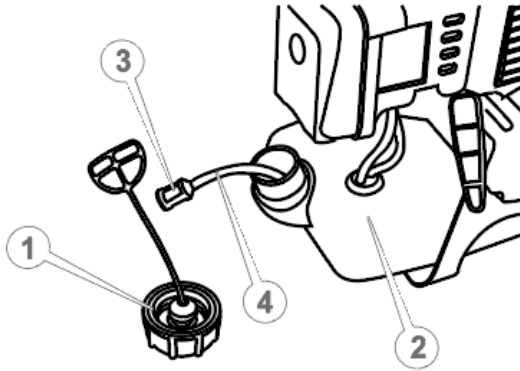

Рисунок 17. Схема обслуговування паливного фільтра.
1. Відкрутити кришку (1, рис. 17) заливної горловини паливного бачка (2, рис. 17) та обережно вийняти кришку з бачка.
2. Використовуючи дротяну петлю, обережно витягнути паливний фільтр (3, рис. 17).
3. Від'єднати паливний фільтр від паливопроводу (4, рис. 17).